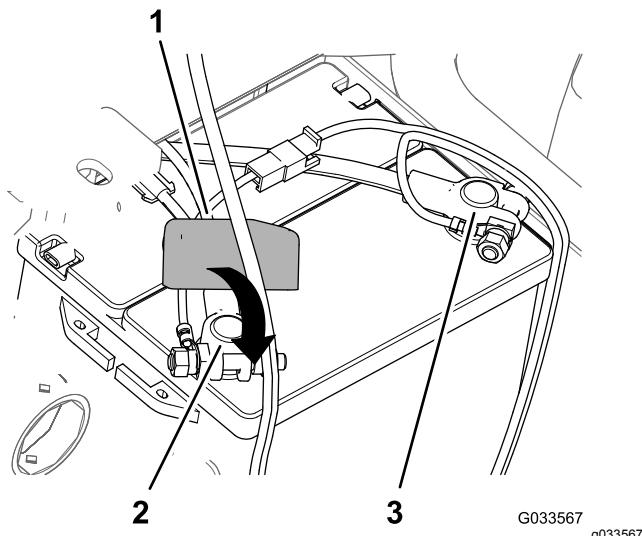

Figura 32
8. Montate il cavo positivo della batteria sul polo **positivo** della batteria e serrate il dado del serrafile manualmente (Figura 32).